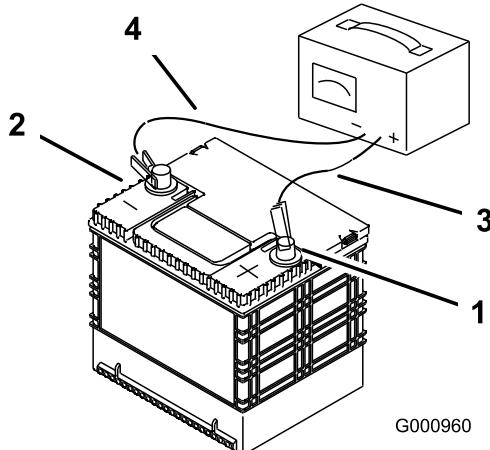

Bild 47
- Wenn die Batterie voll geladen ist, ziehen Sie den Stecker des Ladegeräts aus der Dose. Klemmen Sie dann die Klemmen des Ladegeräts von den Batteriepolen ab (Bild 47).